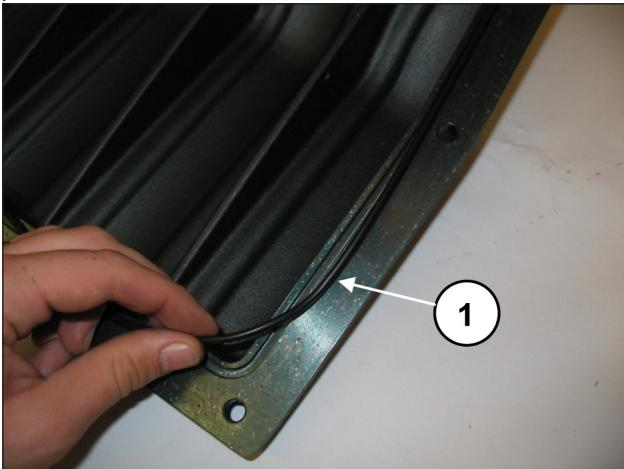
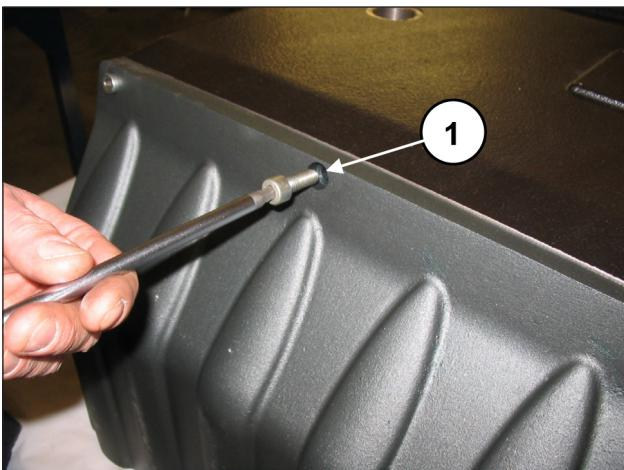

Рис. 91
Рис. 92
Вставьте уплотнительное кольцо в заднюю крышку (поз. ①, Рис. 91) и закрепите ее на картере с помощью 10 винтов M8x20 (поз. ①, Рис. 92).